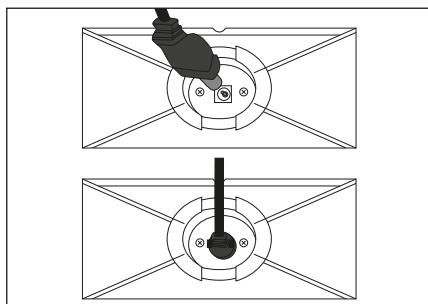

Fig. 5
- 2) Conecte el conector coaxial **11** del adaptador de red **10** en la conexión de la parte inferior del soporte para el aparato **17**. Introduzca el cable del adaptador de red **10** por la abertura de la parte posterior de la estación de carga **15** (consulte la fig. 5).